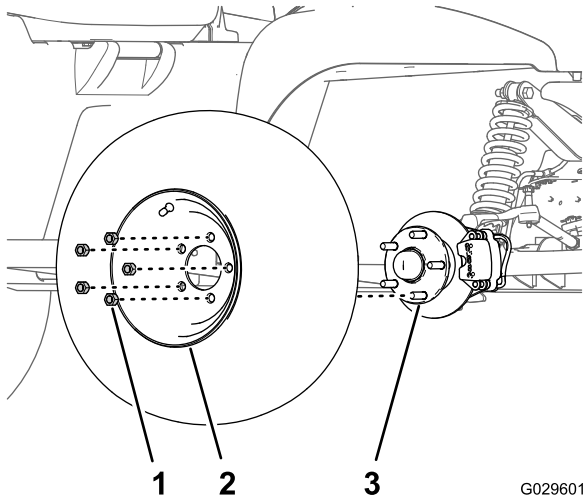

Bild 30
2. Nehmen Sie die fünf Radmuttern ab, mit denen das Rad an der Radnabe befestigt ist (Bild 30).
- Fluchten Sie die Löcher im Rad mit den Bolzen der Nabe aus und montieren das Rad so an der Nabe, dass das Reifenventil außen ist (Bild 30).
- Befestigen Sie das Rad mit den Radmuttern an der Nabe (Bild 30) und ziehen Sie die Muttern bis auf 108-122 N·m an.